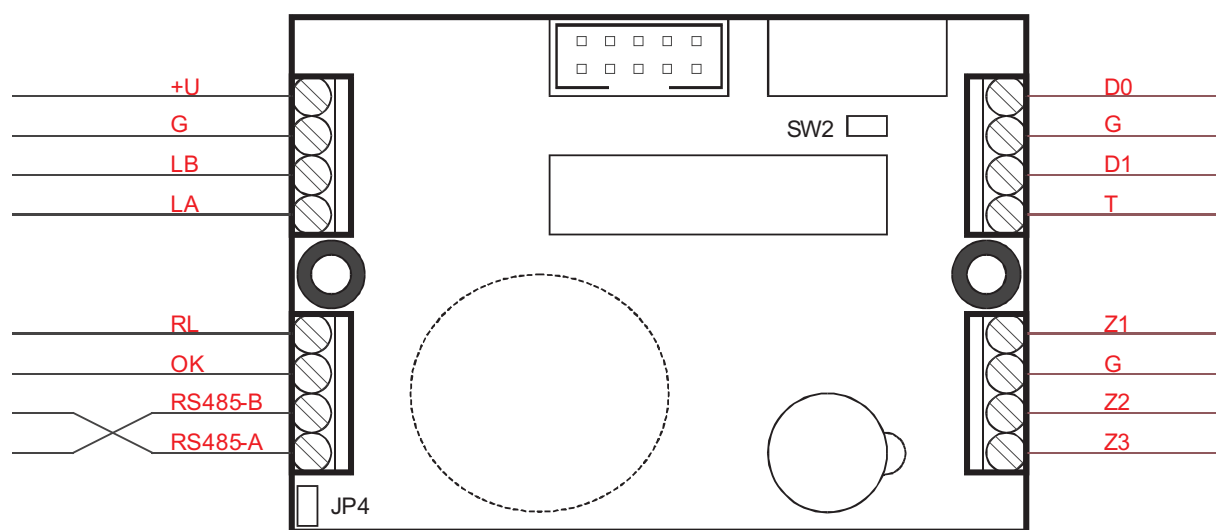

Рисунок 14. Расположение зажимов внутри корпуса прибора
2.5.1.4. Подключите охранные датчики. Неиспользуемые входы должны быть замкнуты перемычкой или запрограммированы как сигналы без передачи отчёта. Расположение зажимов для подключения датчиков, питания и линии связи приведено на *рис. 14*, назначение зажимов приведено в *таблице 3*.